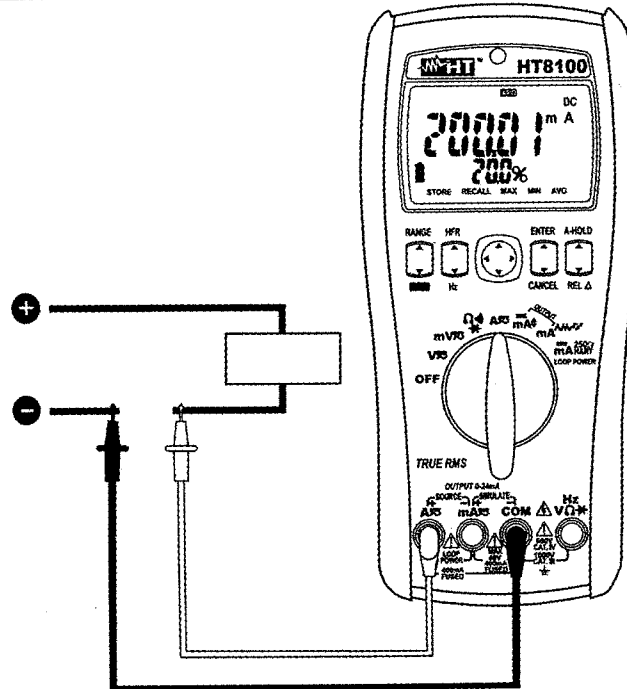

Abb. 4: Verwendung des Gerätes für Gleichstrommessung
5. Schalten Sie die rote und die schwarze Messleitung in Reihe mit dem Kreis, dessen Strom Sie messen möchten, und dabei achten Sie auf die Strompolarität und -richtung (siehe Abb. 4).
8. Das Symbol "-" auf dem Display des Gerätes gibt an, dass der Strom die umgekehrte Richtung mit Bezug auf die Verbindung in Abb. 4 hat.